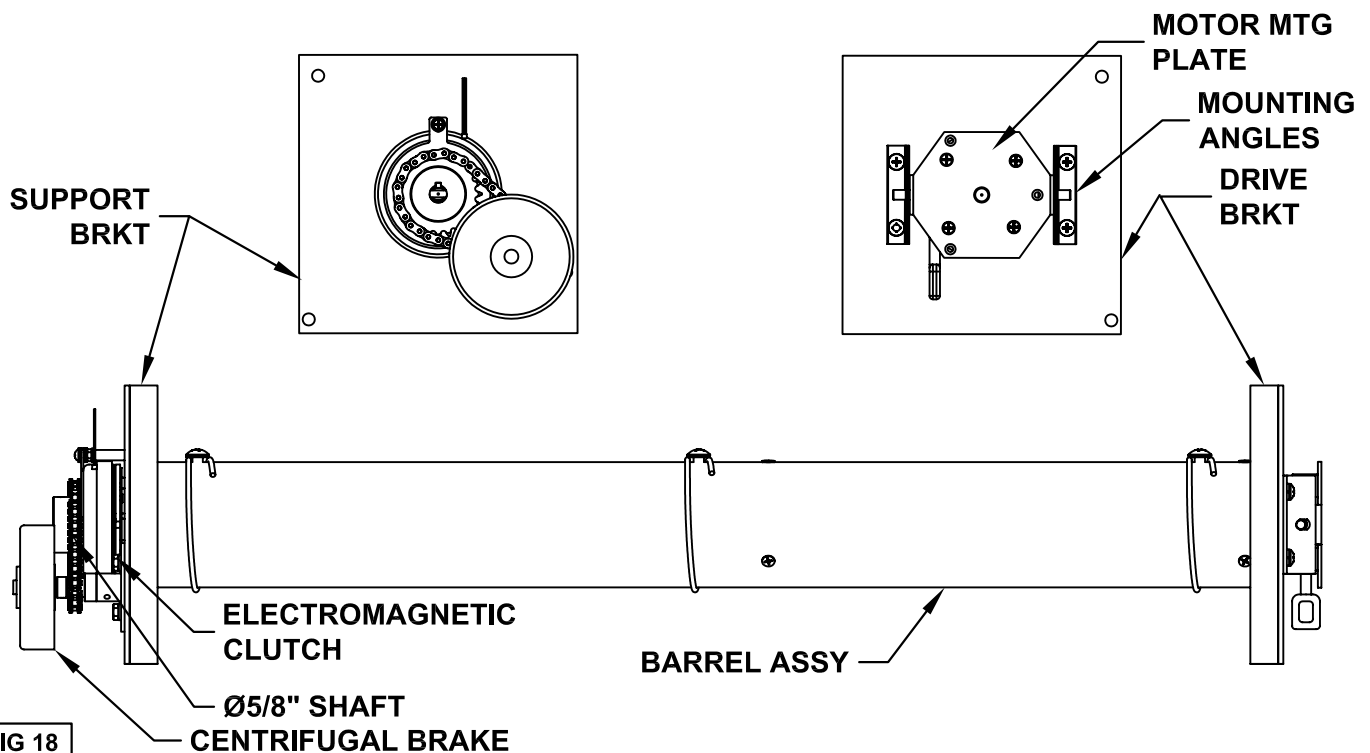

FIG 18
- A) BEFORE ASSEMBLING THE BRACKETS ONTO THE BARREL INSERT THE TUBULAR MOTOR INTO THE BARREL ASSEMBLY. ALIGN THE PLASTIC TAB ON THE MOTOR AND THE SLOT ON THE SLEEVE ADAPTER AND SLIDE THE TUBULAR MOTOR ALL THE WAY INTO THE SLEEVE ADAPTER. AS SHOWN IN FIGURE 18. REFER TO TUBULAR MOTOR INSTALLATION INSTRUCTIONS AND OPERATION MANUAL FOR DETAILS.